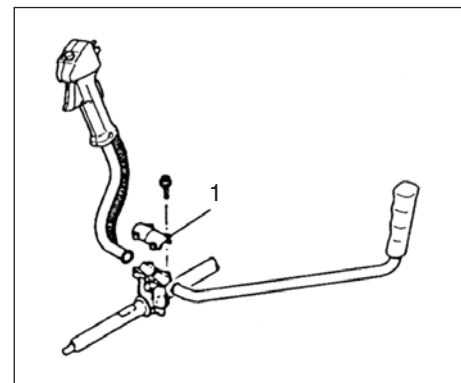

Fig. 1-2
Montaggio dell'impugnatura (Fig. 1-2)
Togliere la parte superiore del morsetto (1) dell'impugnatura. (Fig. 1-2) Posizionare le due parti dell'impugnatura e fissare il morsetto con i quattro bulloni, senza serrare. Regolare la posizione dell'impugnatura secondo le proprie esigenze e serrare poi completamente i bulloni.